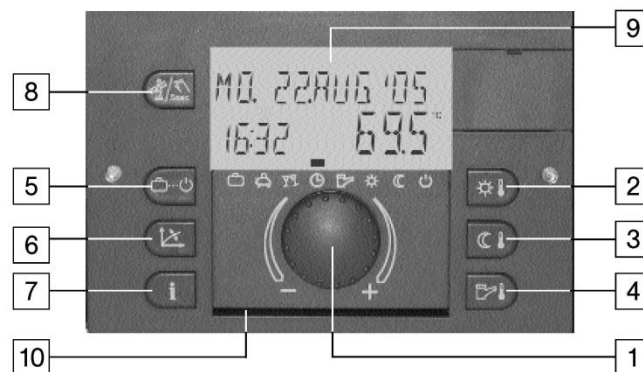

Fig. 51 : Unidad de control
- ➡ Uso del quemador funcionar la medición de la emisión clave (ver fig. 51).